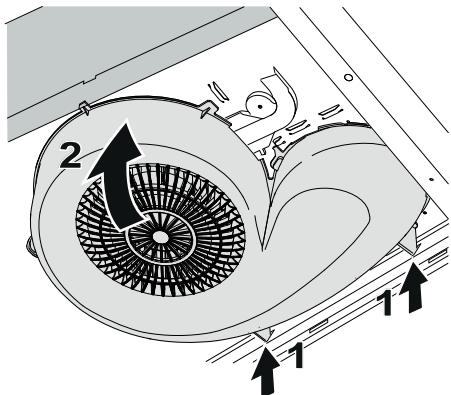

Fig.7
Sätt tillbaka flakhuset genom att passa in stöden i bakkant på fläkten (1). Vik upp flakhuset (2).Fig.7